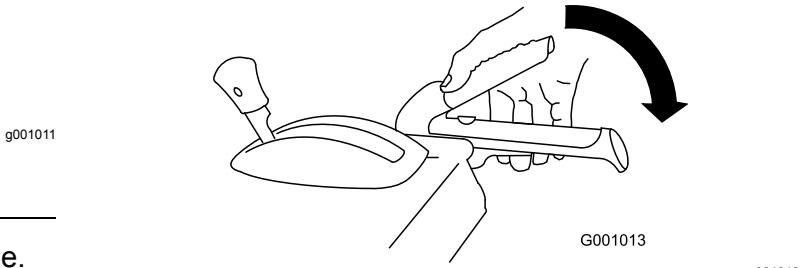

Figura 19
1. Per innestare la trazione alla coclea/ventola, premete la leva destra (coclea/ventola) contro l'impugnatura (Figura 19).